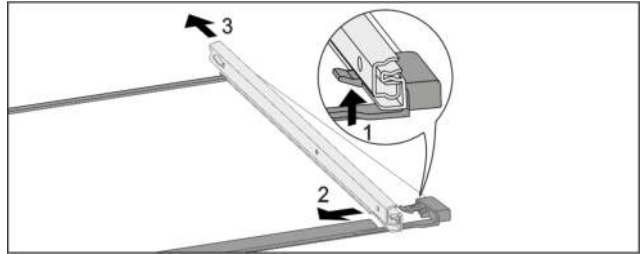

Fig. 138 Glasplatte mit Schienen
- ▶ Vordere Rasthaken nach oben drücken. Fig. 138 (1)
- ▶ Auszugsschiene zur Seite Fig. 138 (2) und nach hinten Fig. 138 (3) wegschieben.